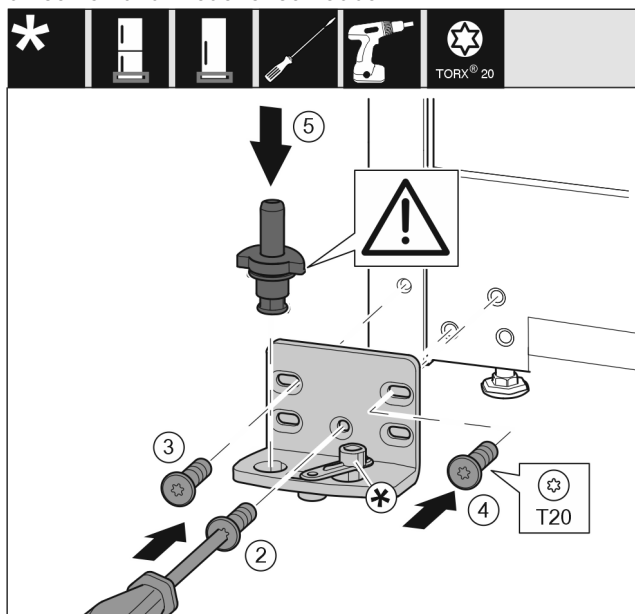

Fig. 16
- Lagerbock auf der anderen Seite ansetzen und mit Hilfe eines Schraubendrehers anschrauben. Mit der Schraube Fig. 16 (2) unten in der Mitte beginnen.
- Schraube Fig. 16 (3) und Schraube Fig. 16 (4) fest-schrauben.
- Lagerbolzen Fig. 16 (5) komplett einsetzen. Dabei darauf achten, dass der Rastnocken nach hinten zeigt.